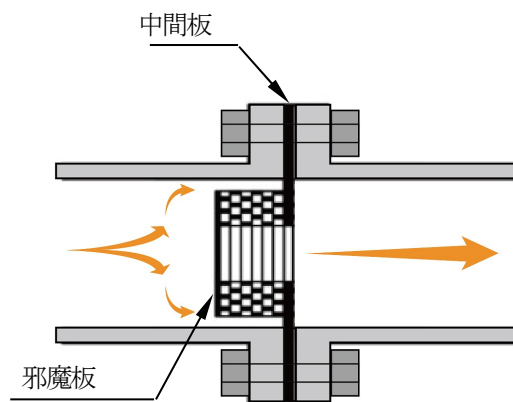

図4 片側配置
- (2) 圧力損失が大きい場合には、図4のように片側配置にすることにより軽減可能です。下流側の積層体を上流側に積層して上流側の積層枚数を増やすことにより、さらに圧力損失は軽減されます。なお、片側配置の場合は、積層体を有効に機能させるために必ず中間板の上流側に積層体を配置して下さい。